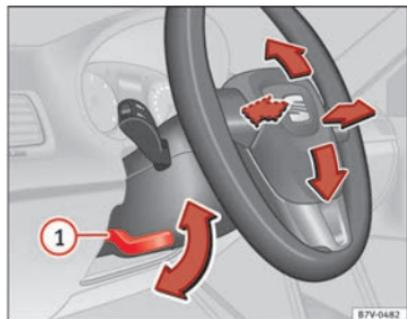

Abb. 128 Lenkradposition mechanisch einstellen.
- Den Hebel ⇒ Abb. 128 ① nach unten schwenken.
- Den Hebel ⇒ Abb. 128 ① nach dem Einstellen immer fest nach oben schwenken, damit das Lenkrad während der Fahrt nicht unbeabsichtigt seine Position verändert.